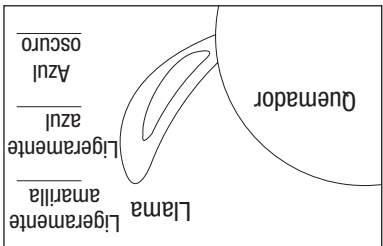

Figura 9
- 9. Después de encender el quemador observe su llama y asegúrese de que todos los orificios estén encendidos y que la altura de la llama corresponda a la del diagrama (vea Figura 9).